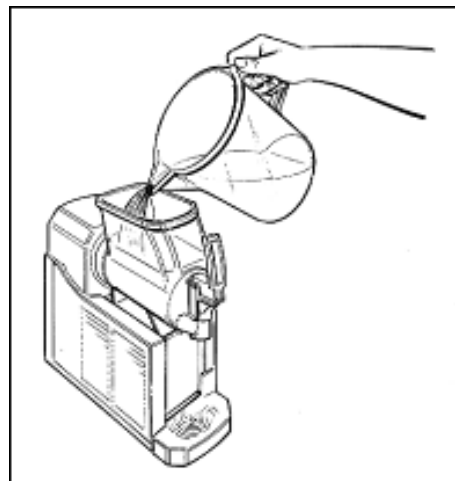

Fig. 2
- Riempire la vasca con acqua tiepida (Fig. 2) e, dopo avere riposizionato il coperchio, far funzionare il mescolatore per alcuni minuti (tutti i LED spenti).